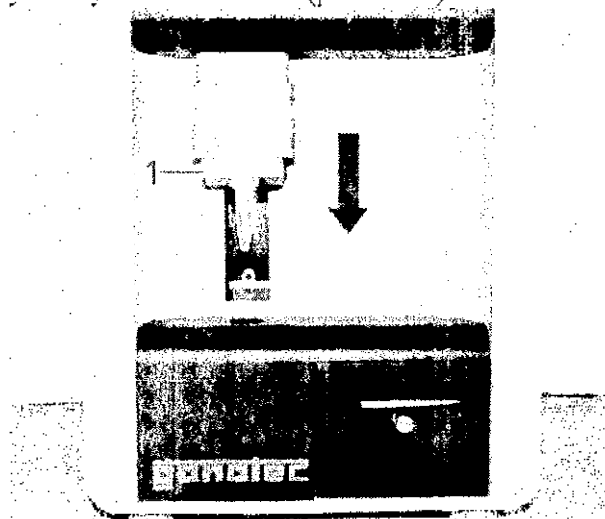

Рис. 72: Опускание подъемника
3. Взять подъемник за ручку и опустить его вниз (рис. 72/1).